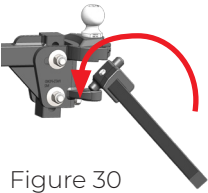

Figure 30
4. Insérez les barres de torsion dans les logements de la tête d'attelage et assurez-vous que l'attache de retenue est bien fixée. (Figure 30)